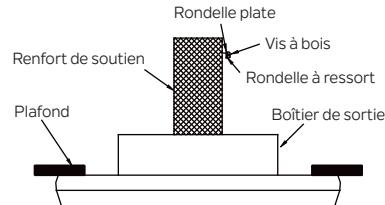

Fig. 13
**Étape 1.** Enfoncez une vis à bois et des rondelles dans le côté de l'entretoise qui maintient le boîtier de sortie. Laissez 3 mm (1/8 po) d'espace entre le renfort de support et la rondelle. (Fig. 13)